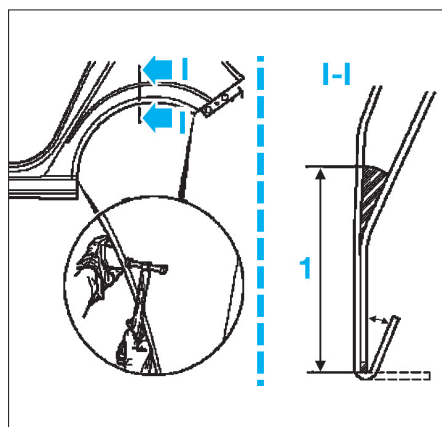

FIG. 91
- Appliquer sur la zone (1) avec de l'adhésif structural (fig. 91).